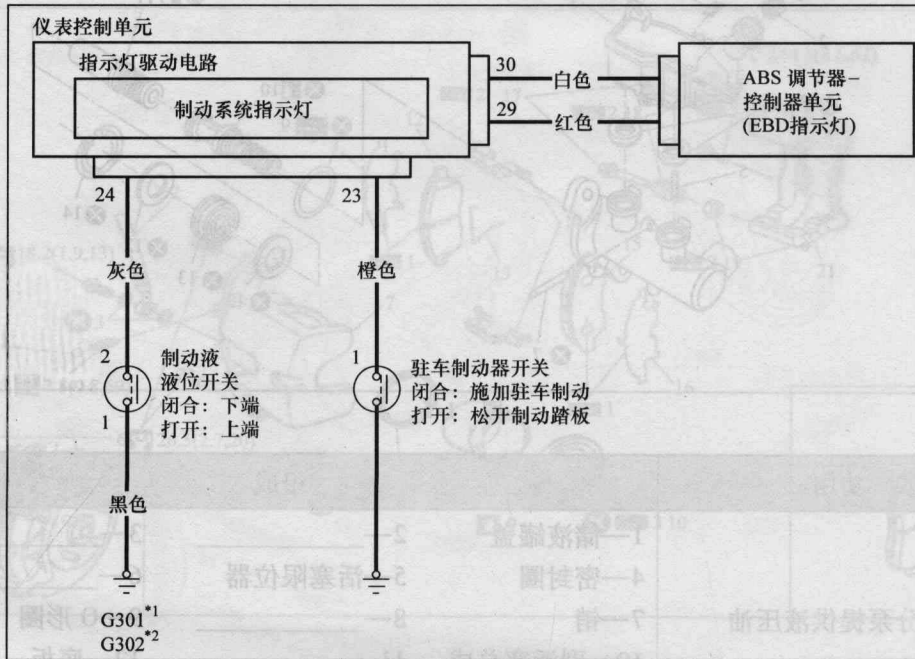

图 1-7
7) 制动系统指示灯线路(图 1-7)。
- ① _____、制动液液位开关,任一开关闭合后,仪表盘上制动系统指示灯即会亮起。
② 如果_____指示灯和制动系统指示灯同时点亮,首先检查防抱死制动系统 ABS。